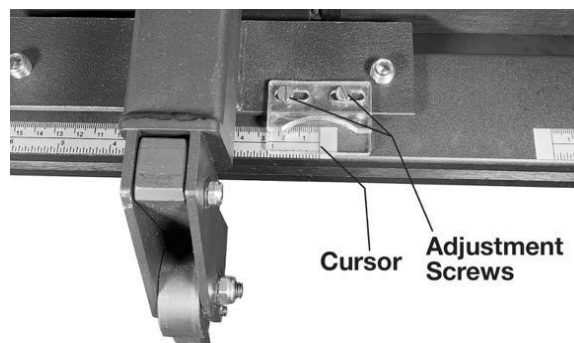

Рис. 32
2. Если требуется регулировка, ослабьте два винта регулировки курсора (см. рис.32) на корпусе упора и двигайте пластиковую пластину курсора вправо или влево до тех пор, пока курсор не выровняется с нулем, когда планка упора будет прижата к ленте.